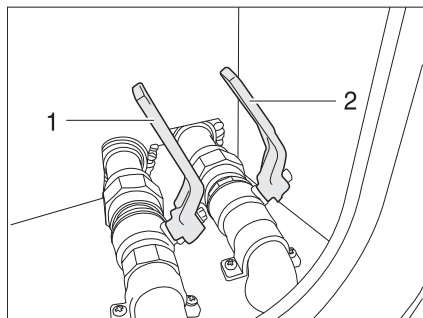

Fig. 220 Grifo para la eliminación de aguas residuales
El grifo para la eliminación de aguas residuales (Fig. 220,2) está en el doble fondo. El grifo para la eliminación de aguas residuales está identificado con el rótulo "Abwasser" (Aguas residuales).
- Abrir el grifo para la eliminación de aguas residuales (Fig. 220,2). Se vacía las aguas residuales.